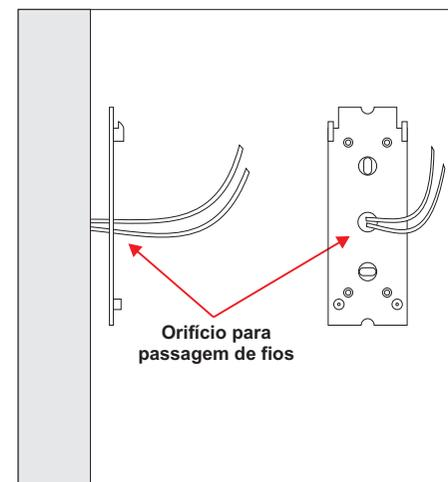

Figura 5
- Passe o cabo de alimentação e o cabo Profibus provenientes do **D167** pelo orifício central da Base de Fixação (Figura 5) e fixe-a através de 4 parafusos;